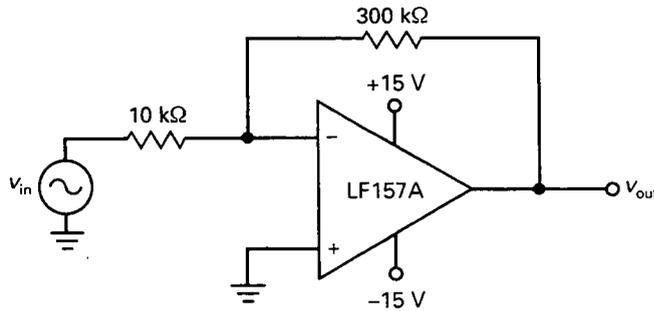

Figura 18-29
- 18-8. ¿Cuál es la tensión de salida en la Figura 18-29 cuando v_{in} es cero? Utilice los valores típicos de la Tabla 18-1.
- 18-9. La hoja de características de un LF157A indica los siguientes parámetros para el peor caso: $I_{in(\text{polarización})} = 50 \text{ pA}$, $I_{in(\text{offset})} = 10 \text{ pA}$ y $V_{in(\text{offset})} = 2 \text{ mV}$. Recalcule la tensión de salida cuando v_{in} es cero en la Figura 18-29.